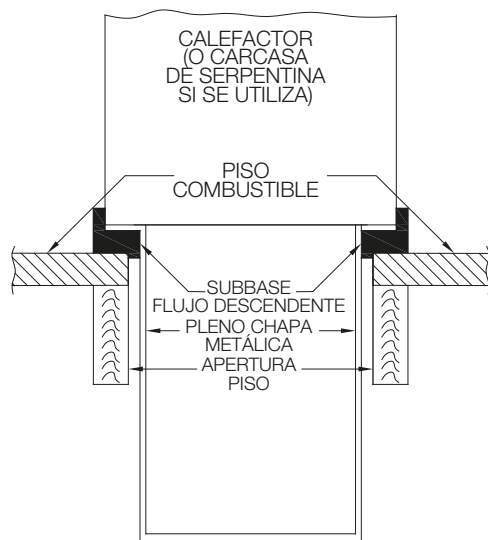
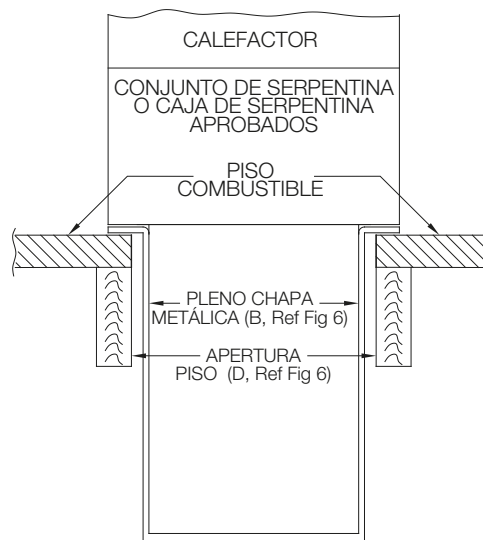

Fig. 7 - Calefactor, pleno y subbase instalados en un piso inflamable
Fig. 8 - Calefactor, pleno y conjunto de serpentina o caja de serpentina instalados en un piso inflamable
4. Si se usa una subbase de flujo descendente, instálela como se muestra en la Fig. 7. Si se usa un conjunto de serpentina o caja de serpentina, instálela como se muestra en la Fig. 8.